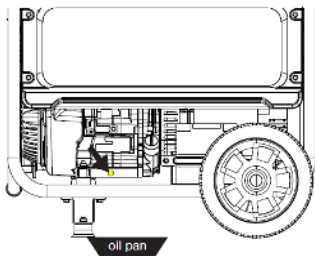

Figura 20 - Tapón de vaciado de aceite
4. Coloque la bandeja de aceite (o un recipiente adecuado) debajo del tapón de drenaje de aceite (ver figura 20).
6. Retire el tapón de vaciado de aceite (véase la figura 20). Una vez retirado, coloque el tapón de vaciado de aceite sobre una superficie limpia.